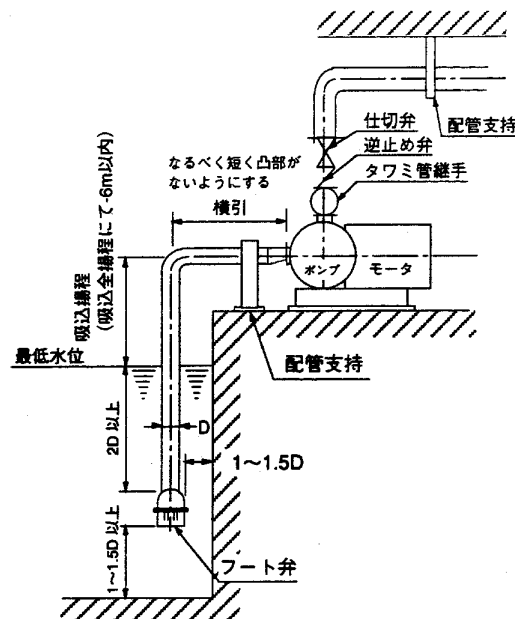

図2 据付図（例）
- (2) ポンプに吸込配管、吐出し管の重量がかかると芯狂いの原因となりますので、図2のように十分な配管支持をしてください。
- (a) 吸込配管の末端は図2のように管径(D)の2倍以上深く、底より1~1.5D以上離してください。